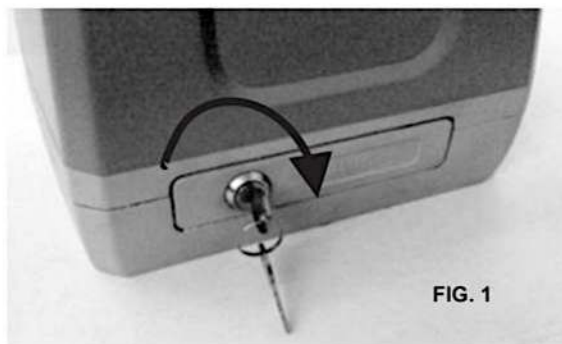

FIG. 1
- 1- introducir la llave en la cerradura que se encuentra en la leva de desbloqueo (fig 1)